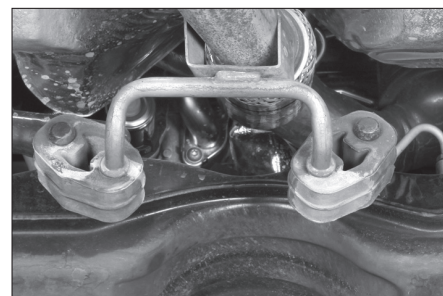

FIG. 30
- Extraire la biellette (4) de la barre stabilisatrice (3) des deux côtés du véhicule.
- Extraire la bague de fixation pour tuyau d'échappement du berceau (Fig.30).